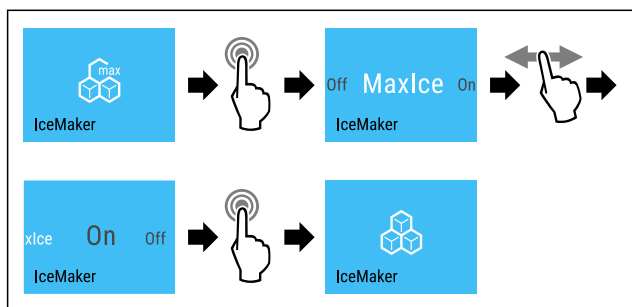

Fig. 19
- Suivre les étapes (voir Fig. 19) .